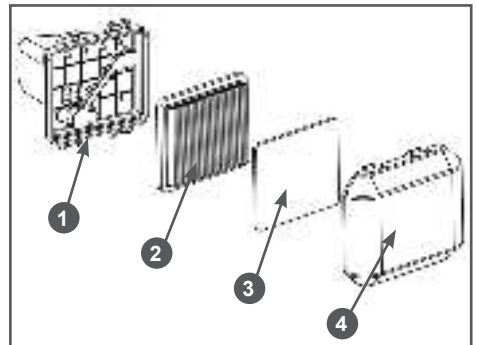

Рис. 22 Обслуживание воздушного фильтра
9. Установите крышку-щуп в отверстие маслозаливной горловины, не закручивая ее. Аккуратно вытащите щуп и осмотрите его. Уровень масла должен соответствовать верхней отметке 2 на щупе (Рис. 22). При недостаточном уровне масла в картере необходимо долить масло до верхней отметки на щупе. Не допускайте перелива или превышения максимального уровня масла в картере двигателя.
1. Нажмите на фиксаторы и снимите крышку 4 воздушного фильтра (Рис. 22).
2. Извлеките из крышки воздушного фильтра предварительный фильтрующий элемент 3 (Рис. 22).
3. Извлеките основной фильтрующий элемент 2 (Рис. 22).